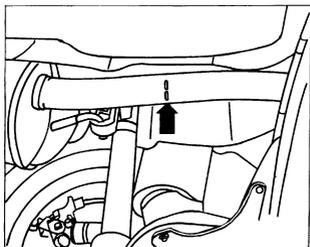

图 2-132 用车身锯 V. A. G1523 锯开排气管
1) 用车身锯 V. A. G1523 在排气管压痕处 (图 2-132 箭头所指)，沿垂直方向锯开排气管。